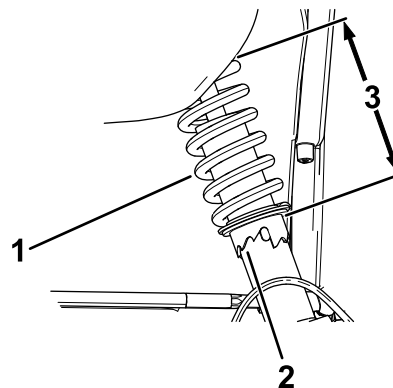

図 51
2. キャンバの調整が必要な場合には、スパナレンチでショックアブソーバのカラーを回してホイールを整列させる 図 51。